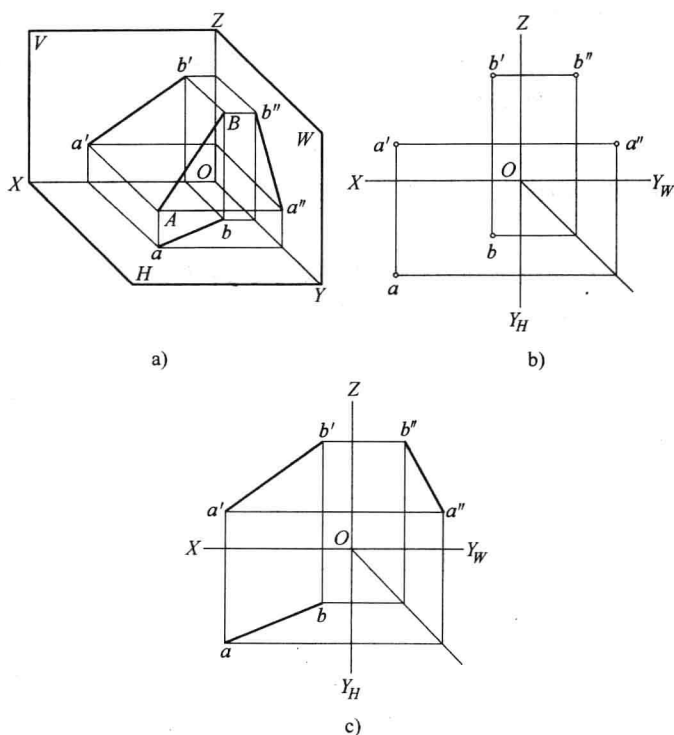

图 1-7 直线的三面投影
由直线上任意两点的同面投影来确定, 如图 1-7 中为线段的两端点  $A$ 、 $B$  的三面投影, 连接两点的同面投影得到的  $ab$ ,  $a'b'$ ,  $a''b''$ , 就是直线  $AB$  的三面投影。直线的投影一般仍为直线。
1) 一般位置直线: 对三个投影面都倾斜的直线称为一般位置直线。图 1-7 所示的  $AB$  就是一般位置直线, 其投影特性为“三面投影均是小于实长的斜线”。